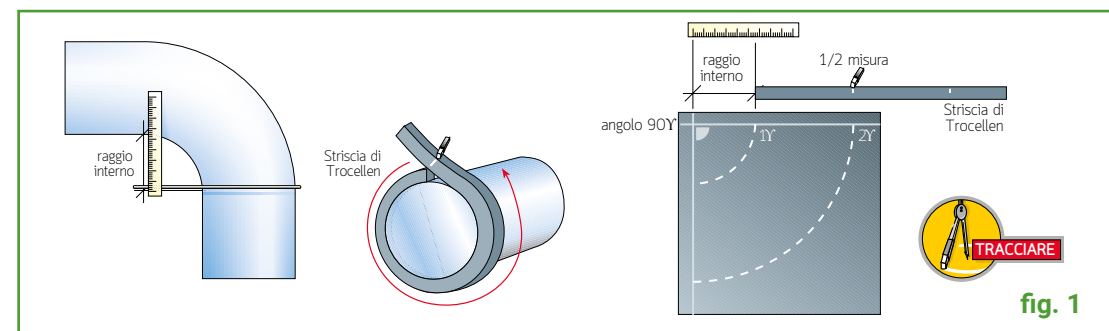

fig. 1
1) Utilizzando un'asta e un metro rigido, posti perpendicolarmente tra loro, calcolare il raggio interno alla curva e, con una striscia TROCELLEN dello spessore definito, misurare la circonferenza del tubo (è importante avvolgerla senza tensione attorno al tubo da rivestire). (fig 1)